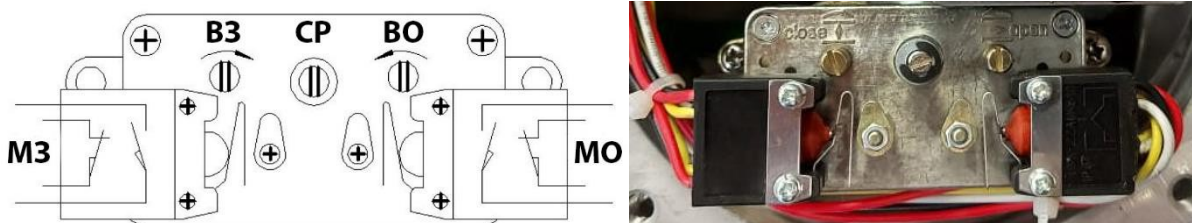

Рисунок 3. Блок конечных выключателей
2) Перевести счетчик в сервисный режим, нажав и повернув по часовой стрелке винт сервисного режима (СР). Винт (СР) должен остаться в нажатом положении (рис.3). В случае, если кулачок зажимает контакт микровыключателя положения закрыто (МЗ), необходимо вращать настроечный винт (ВЗ) в направлении, противоположном стрелке на блоке выключателей, до тех пор, когда кулачок переместиться и отождмет контакт микровыключателя (МЗ).
2) Перевести счетчик в сервисный режим, нажав и повернув по часовой стрелке винт сервисного режима СР. Винт (СР) должен остаться в нажатом положении (рис.3). В случае, если кулачок зажимает контакт микровыключателя положения открыто (МО), необходимо вращать настроечный винт (ВО) в направлении, противоположном стрелке на блоке выключателей, до тех пор, когда кулачок переместиться и отождмет контакт микровыключателя (МО).